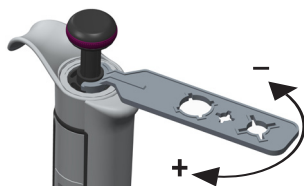

Imagen 7
1. Coloque la herramienta (Imagen 7) de servicio en las aberturas de la tuerca de calibración que se encuentra en la parte superior del mango.